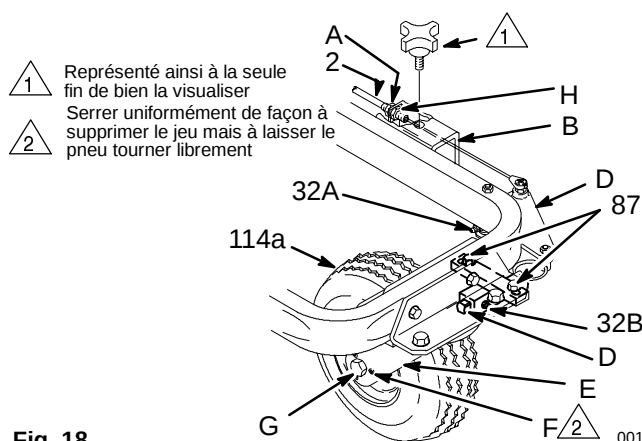

Fig. 18 0019
2. Tension uniforme sur les paliers des roues arrières (agir sur les écrous (10) le cas échéant). Voir page 45.
3. Serrage uniforme des vis (F) de roulette directrice. Voir Fig. 18.
Maintenance (Voir Fig. 18)
Remplacement du pneu de la roulette directrice (Voir Fig. 18)
Réglage de la tension du câble de commande (Voir Fig. 18)
1. Desserrer les deux vis à tête (87). Saisir la roulette et l'aligner visuellement. Resserrer uniformément les vis à tête. Faire avancer l'appareil tout droit. Si la roulette semble droite, démarrer le pulvérisateur et en pulvérisant de l'eau, suivre une ligne effectivement droite. Modifier le réglage le cas échéant. Voir Fig. 18.